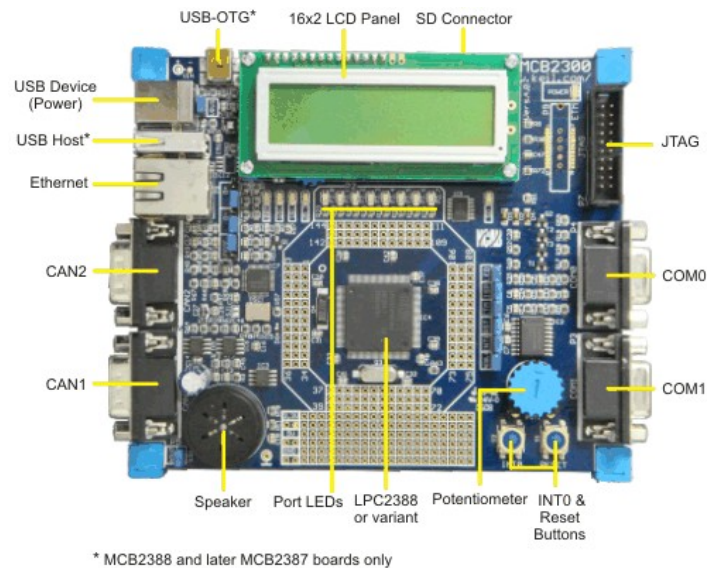

Figura 1-1: Placa de desarrollo MCB2300.
- Placa de desarrollo Keil MCB2300 (Figura 1-1) que da soporte a la familia ARM LPC23xx de Philips y permite crear programas de prueba para trabajar con